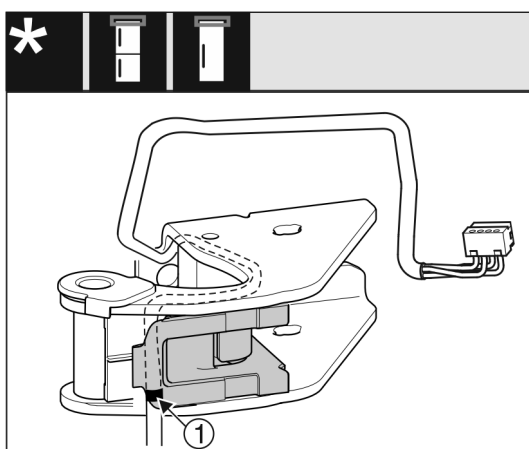

Fig. 28
- ▷ Tuo metu vidurinė žyma turi būti ant kabelių laikiklio krašto Fig. 28 (1).